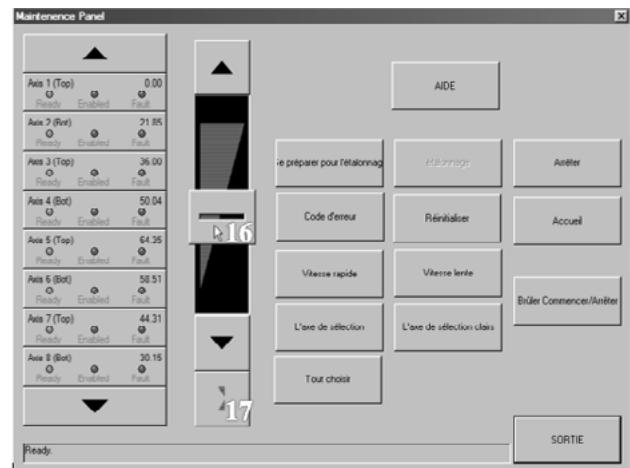

Figure 54
15. Modification du mode de déplacement par coup – Cliquer pour changer de fonction de déplacement à coup vers le mode «verrouillage» (figure 54)
16. Déplacement par coup (mode verrouillage) – Cliquer et ensuite glisser vers le haut ou vers le bas du déplacement, l'axe continue à se déplacer par coup tant qu'on appuie sur le bouton (verrouillé). Cliquez de nouveau pour l'arrêter (figure 54)
17. Modification du mode de déplacement par coup – Cliquer pour changer de fonction de déplacement à coup vers le mode «temporaire» (figure 54)